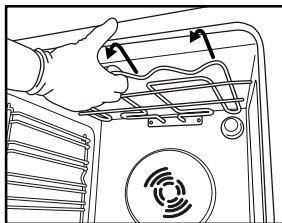
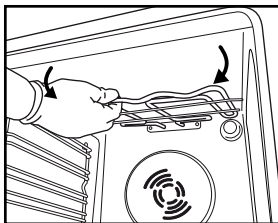

Bild 4
Bild 5
2. Dra ut elementet (Fig. 4) en aning och sänk det (Fig. 5).